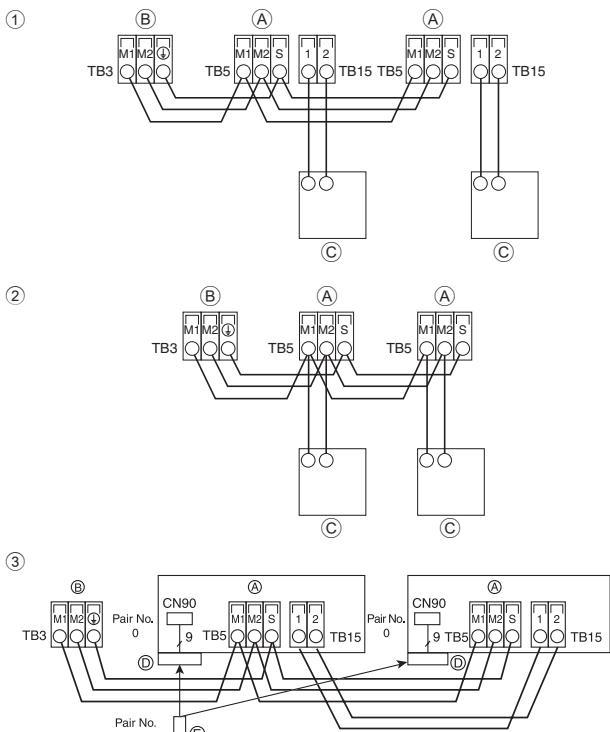
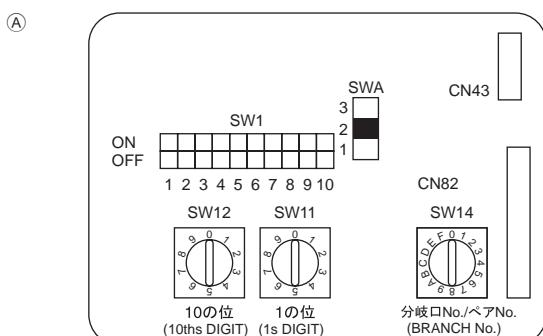

Fig. 6-3
Fig. 6-4
6.4. Ligação dos cabos de transmissão do controlo remoto e das unidades interior e exterior (Fig. 6-3)
- ① Controlo remoto MA**
- ② Controlo remoto M-NET**
- ③ Controlo remoto sem fios** (Ao instalar o receptor de sinal sem fios)
- B Bloco de terminais para o cabo de transmissão exterior (M1(A), M2(B), (S))
6.5. Definição dos endereços (Fig. 6-4)